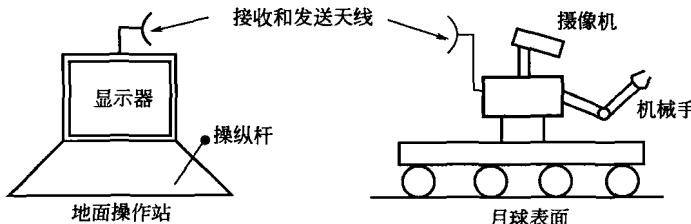

图 1-20 远程机械手控制系统原理图
15. 图 1-20 是一个远程机械手控制系统原理图。图中机械手在月球表面，机械手的活动由摄像机摄像图像并通过无线电送回地面操作站。地面操作站人员通过操纵杆进行操作，操作信号通过天线发往月球。试画出显示闭环系统工作原理的方框图。